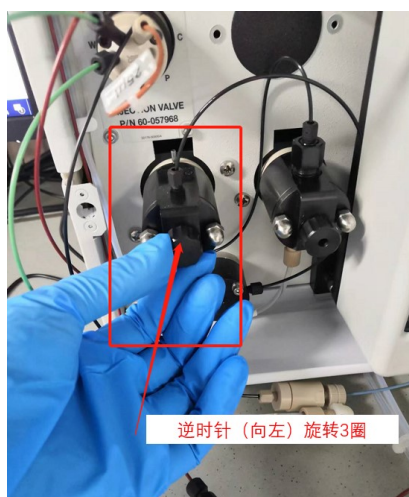

图 6-6
Step2. 打开仪器前面板, 如图 6-6, 逆时针旋转排空阀 3 圈, 在软件上选择 Pump-ECD 模块, 点击 Prime 进行充分灌注, 灌注流速为 3 ml/min, 一定要拧开排空阀, 灌注时间
建议在 3-5 min。灌注结束，请参照图 6-6，顺时针拧紧排空阀。